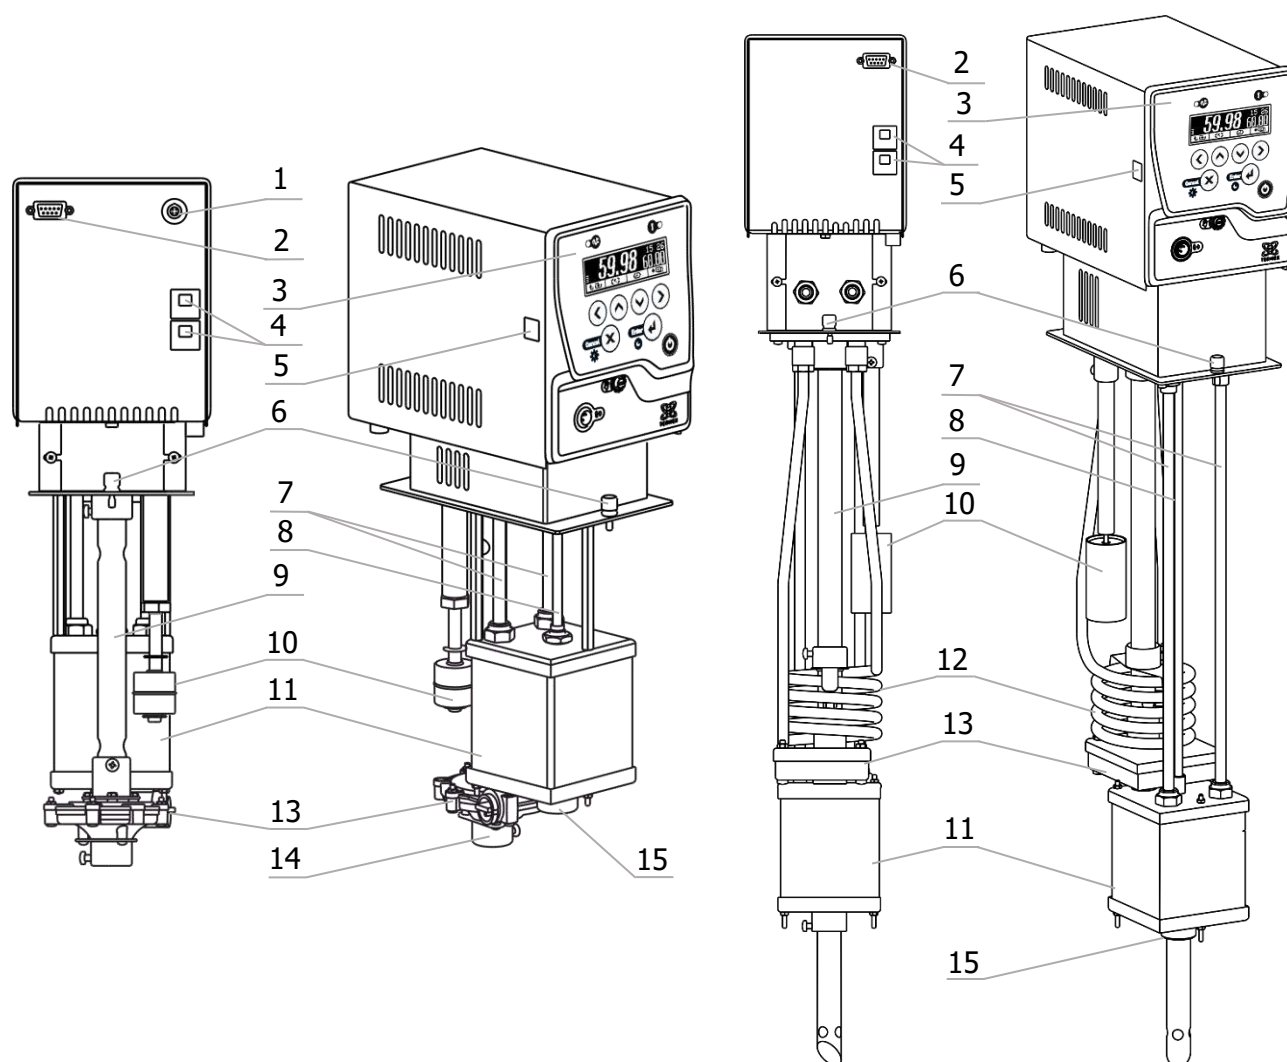

Рисунок 1 — Устройство блоков регулирования М53.7ДХ (слева) и М53.5 (справа)
1.4.2 Работа блоков регулирования заключается в поддержании заданной температуры теплоносителя, прокачиваемого насосом 13 через резервуар 11 (рисунок 1). Забор теплоносителя производится через входной патрубок 14, а выброс — через выходной патрубок 15.
2.2.2 Для поддержания температуры теплоносителя, близкой к окружающей температуре (в термостатах без холодильной машины), подключить дополнительное охлаждение к штуцерам теплообменника 12 (рисунок 1) при помощи шлангов (в комплект поставки не входят).